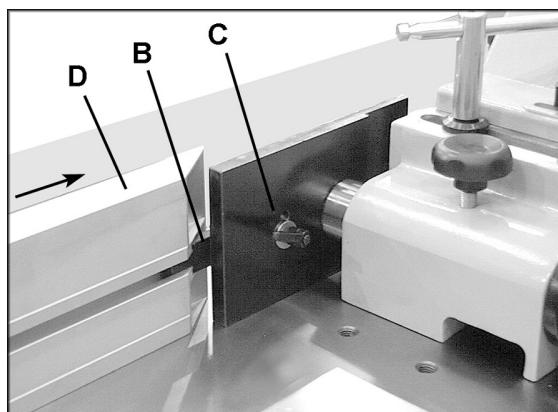

Рисунок 8
2. Прикрепите брусок (В, рис. 8) к передней половине упора при помощи фиксирующей ручки (С, рис. 8) и шайбы. Продвиньте алюминиевый упор (D, рис. 8) к бруску. (ПРИМЕЧАНИЕ: правый и левый упор немного различаются. Под ручку (С, рис. 8) требуется только одна шайба, показанная на рис. 8. На другой стороне требуется две шайбы под ручкой.)
ПРИМЕЧАНИЕ: фиксирующие ручки (С, рис. 8) подпружинены, можно менять их положение, потянув ручку и повернув ее на гайке.